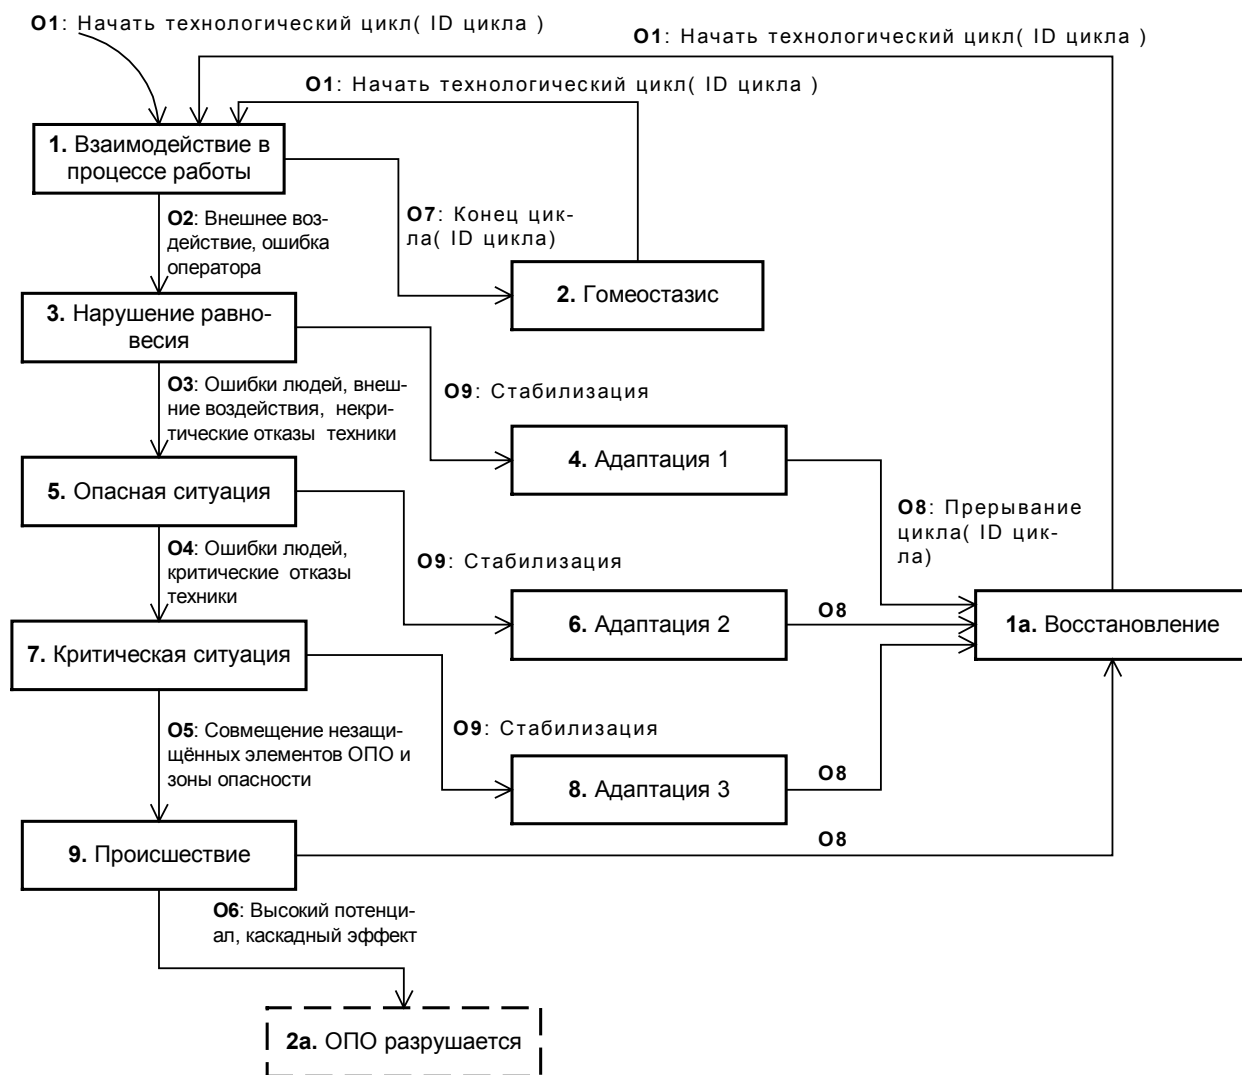

Рис. 1. Модель состояний ОПО
Основным выходным данными модели является \bar{Q} (см. (4)), - вектор вероятностей состояний, где нумерация в соответствии с рис. 1 (Q^{C_1} - вероятность взаимодействия в процессе работы, ..., Q^{C_9} - вероятность происшествия $P(A)$).